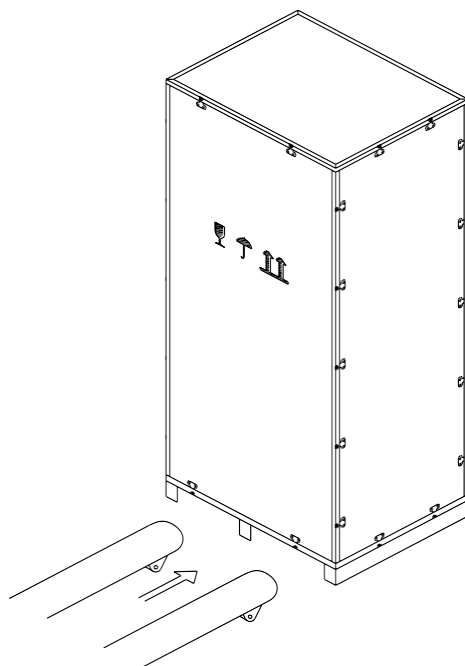

Figura 2-3 Transporte al sitio designado
- 2) Transporte el equipo al sitio designado con un montacargas, como se muestra en Figura 2-3.